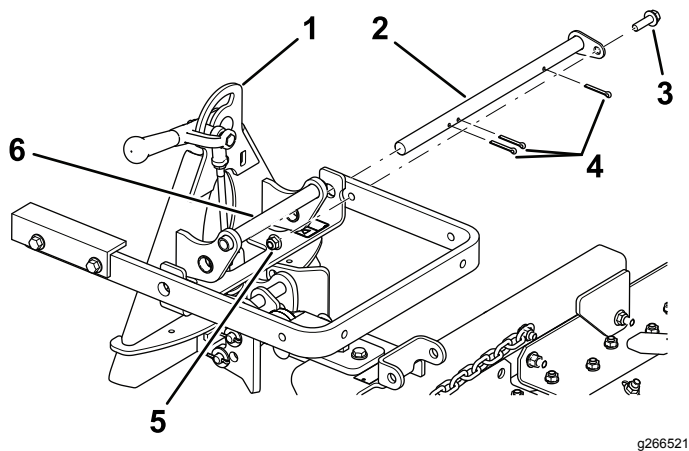

Figura 5
2. Alinee el brazo de elevación con el soporte del adaptador de accesorios (Figura 4) y conéctelos usando la barra de giro, según se muestra en Figura 5.
3. Fije la barra de giro (**Figura 5**) con 3 pasadores de chaveta, un perno ($\frac{3}{8}$ " x $1\frac{1}{4}$ ") y una contratuerca ($\frac{3}{8}$ ").